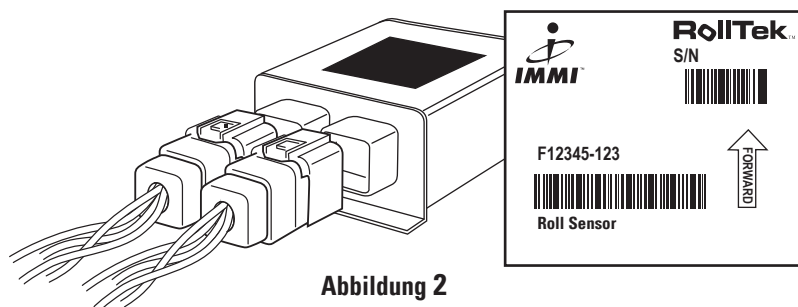

Abbildung 2
1. Informationen zum Produkt finden Sie auf dem Etikett, das auf der Oberseite des Bauteils angebracht ist. Siehe ABBILDUNG 2.